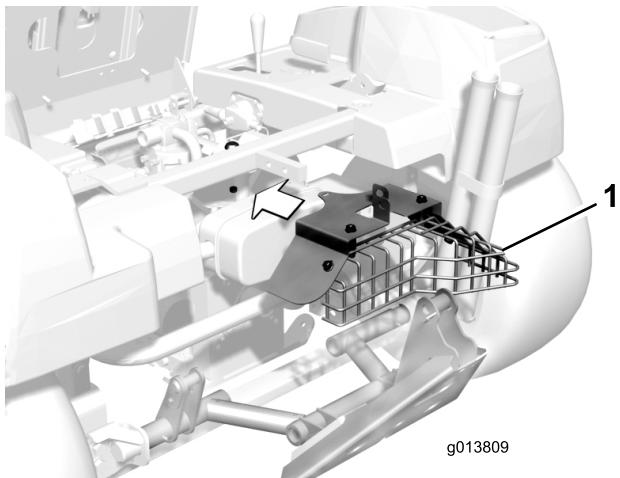

Figura 9
13. Coloque el conjunto del protector de manera que las pestañas de montaje están en cada lado de los taladros de montaje superiores de la chapa del rodillo y el tornillo encaja en taladro trasero del protector. Monte provisionalmente el protector sobre el tornillo con la tuerca (Figura 9).